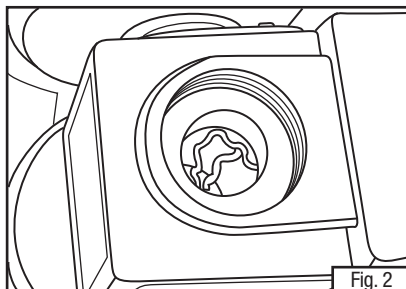

Fig. 2
3. S'assurer que la pièce d'admission d'air est insérée dans chacune des trois admissions d'air en caoutchouc de l'ensemble turbo et que le filetage et les surfaces d'étanchéité sont exempts de saleté et de débris (Fig. 2).